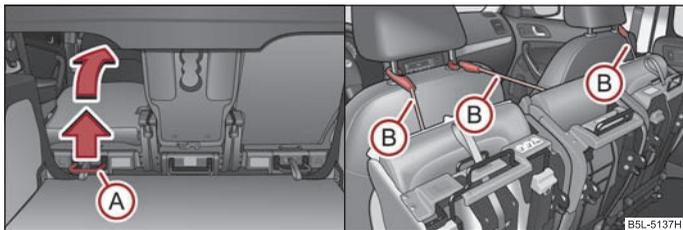

Fig. 64 Ribaltamento dei sedili / bloccaggio dei sedili ribaltati
- Tirare la leva ⇒ fig. 64 verso l'alto e ribaltare il sedile completamente in avanti.
- Bloccare il sedile ribaltato con l'aiuto di una cintura di sicurezza (B) sull'asta di guida del poggiatesta del sedile anteriore ⇒ fig. 64.